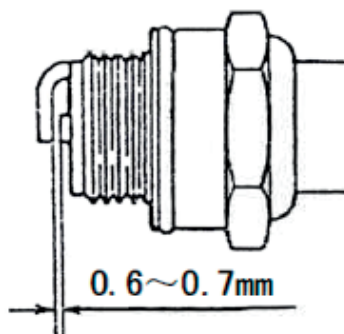

Fig. 16
(1) Luego de usar la máquina cada día, lavar los filtros, si los productos químicos se adhieren a la esponja, puede inferir en la potencia del motor, por favor prestar especial atención.
(2) Luego de lavar la esponja con gasolina, After wash the sponge with petrol, escurrir la gasolina y colocar la esponja.
(3) La correcta distancia de las bujías es 0.6 - 0.7mm, Por favor, controlar la distancia con frecuencia, si es demasiado grande o pequeña, ajustar como corresponde como se muestra en la Fig.16.